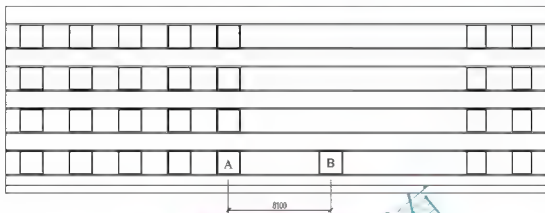

图 4.14 复制生成⑦~⑧轴线之间 1 层的窗洞口
(1) 启动【复制】命令 (快捷键 CO)。
① 在选择对象: 提示下, 选择⑤~⑥轴线之间首层的窗洞口 A 并按 Enter 键进入下一步命令。
② 在指定基点或 [位移(D)] 位移: 提示下, 在屏幕上任意单击一点作为复制基
点。打开【正交】功能并将光标缓缓向右拖动，输入“8100”($8100=4200+3900$)后按 Enter 键结束命令，如图 4.14 所示，这样就复制生成⑦~⑧轴线之间首层的窗洞口 B。